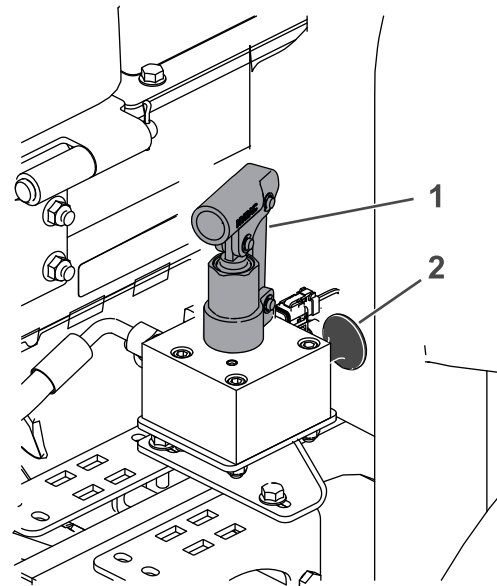

Bild 100
3. Öffnen Sie die Sicherheitsventile um drei (3) Umdrehungen, um das Öl intern umzuleiten.
4. Suchen Sie den Bremslöseverteiler in der Nähe des rechten Vorderrads und hinter dem Hydraulikölbehälter (Bild 100).